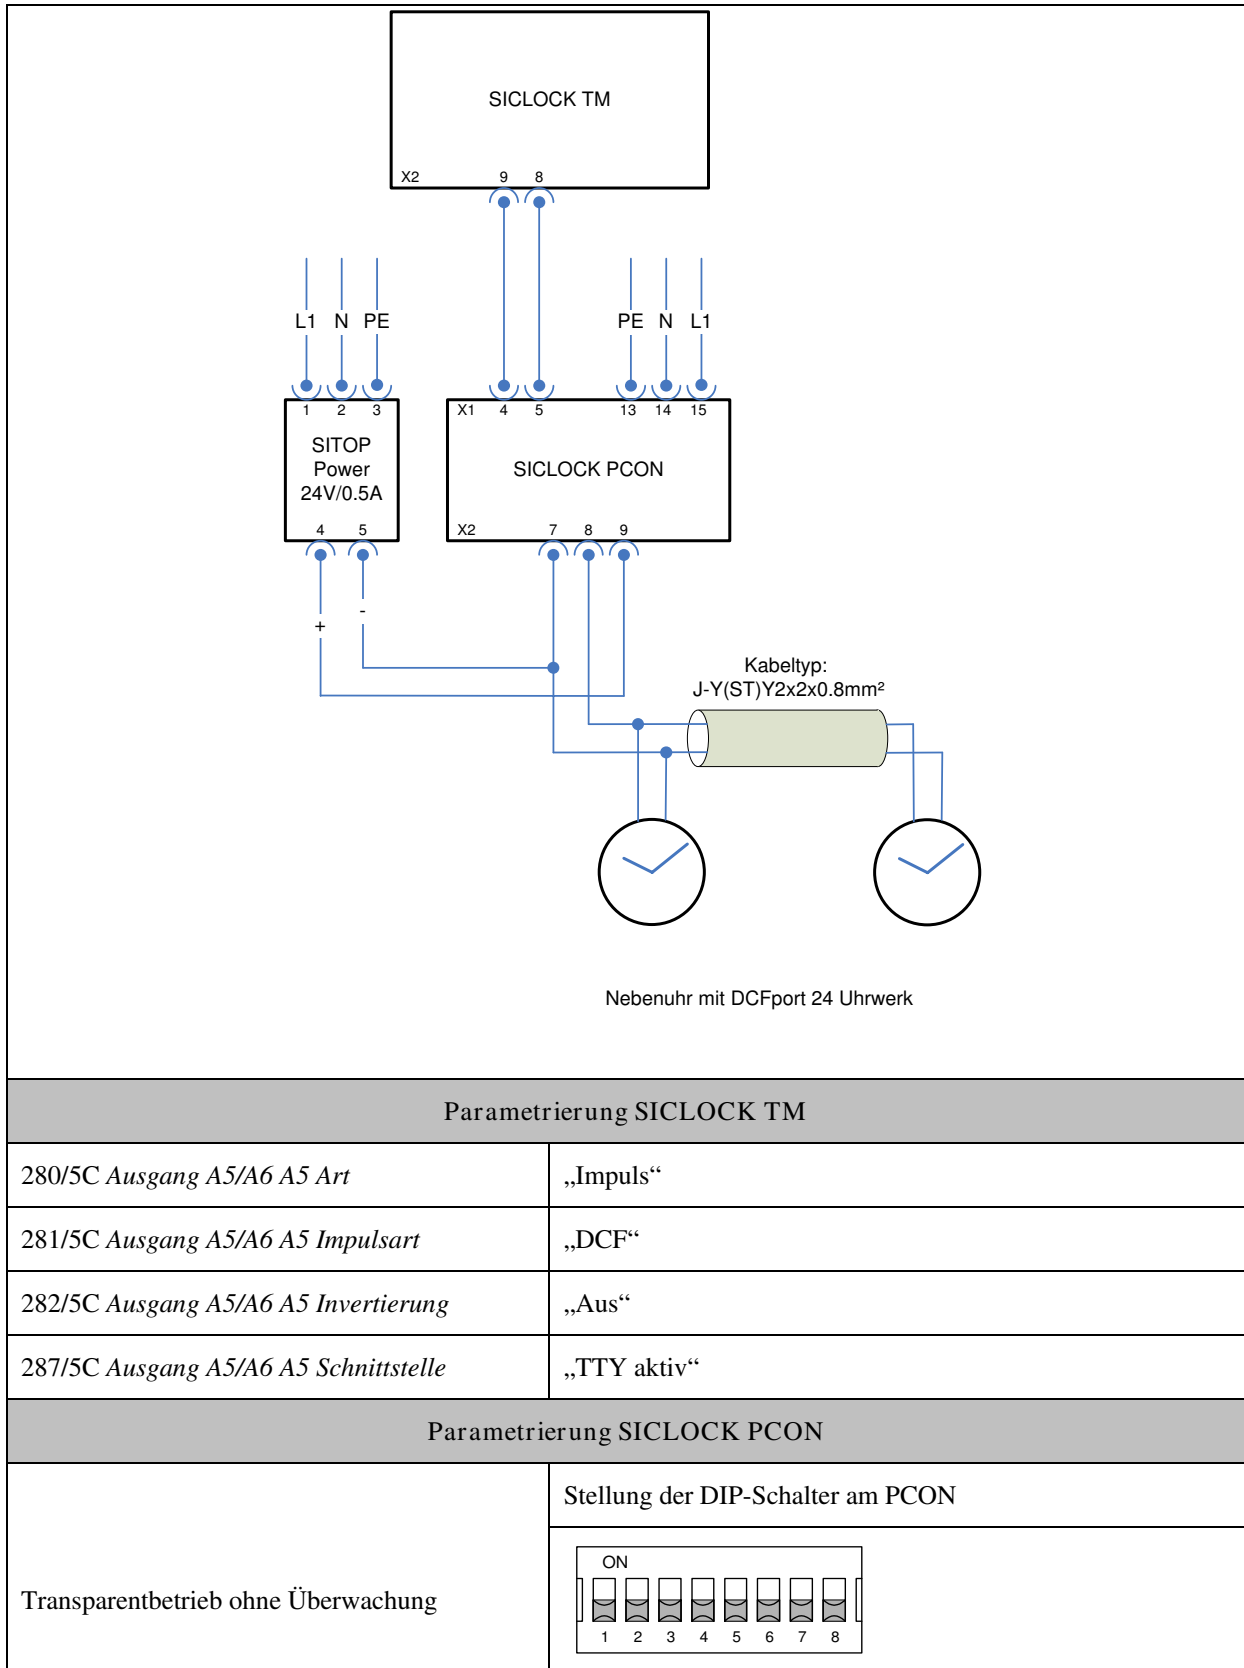

Abbildung 3-1: Schaltplan und Parametrierung im normalen Betrieb
- Parametrierung des Ausgangs (Siehe Abbildung 3-1)
- Parametrierung des Geräts über DIP-Schalter (Siehe Abbildung 3-1)